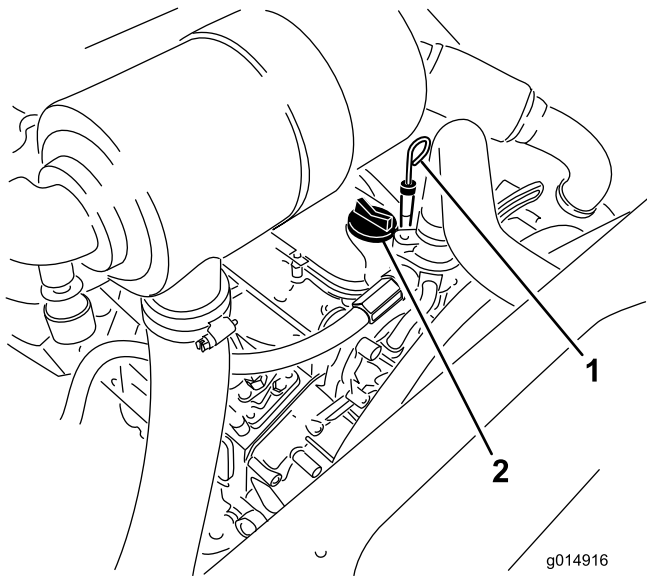

図 31
5. オイルの量がFULLマークよりも下である場合は、補給キャップ 図 31 を取り、FULL 位置までオイルを補給する。入れすぎはよくない。